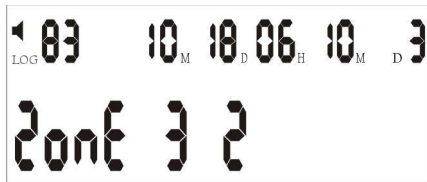

Fig. 9
**Controllo della registrazione del telecomando e del sensore:** premere # sulla tastiera, sull'LCD compare la parola TEST. Attivare un rilevatore, un suono confermerà che il pannello di controllo ha ricevuto il segnale dal rilevatore e l'LCD mostrerà il numero della registrazione del rilevatore e la zona associata. Esempio: attivando il nr .2 sulla zona 3, sull' LCD compare zona 3 (Fig.9).